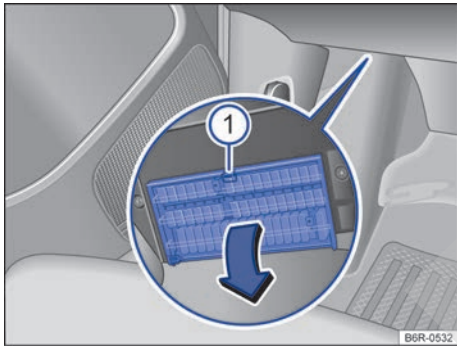

Fig. 123 En el lado del conductor debajo del panel de instrumentos: abra la cubierta de la caja de fusibles.
- **Abrir:** presione la palanca de bloqueo → **fig. 123**  hasta que se abra la cubierta.